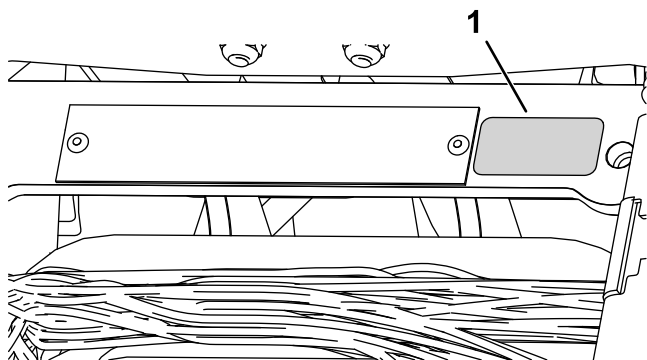

図 12
- シリアルプレートの近くに製造年デカルを貼りつける 図 12。